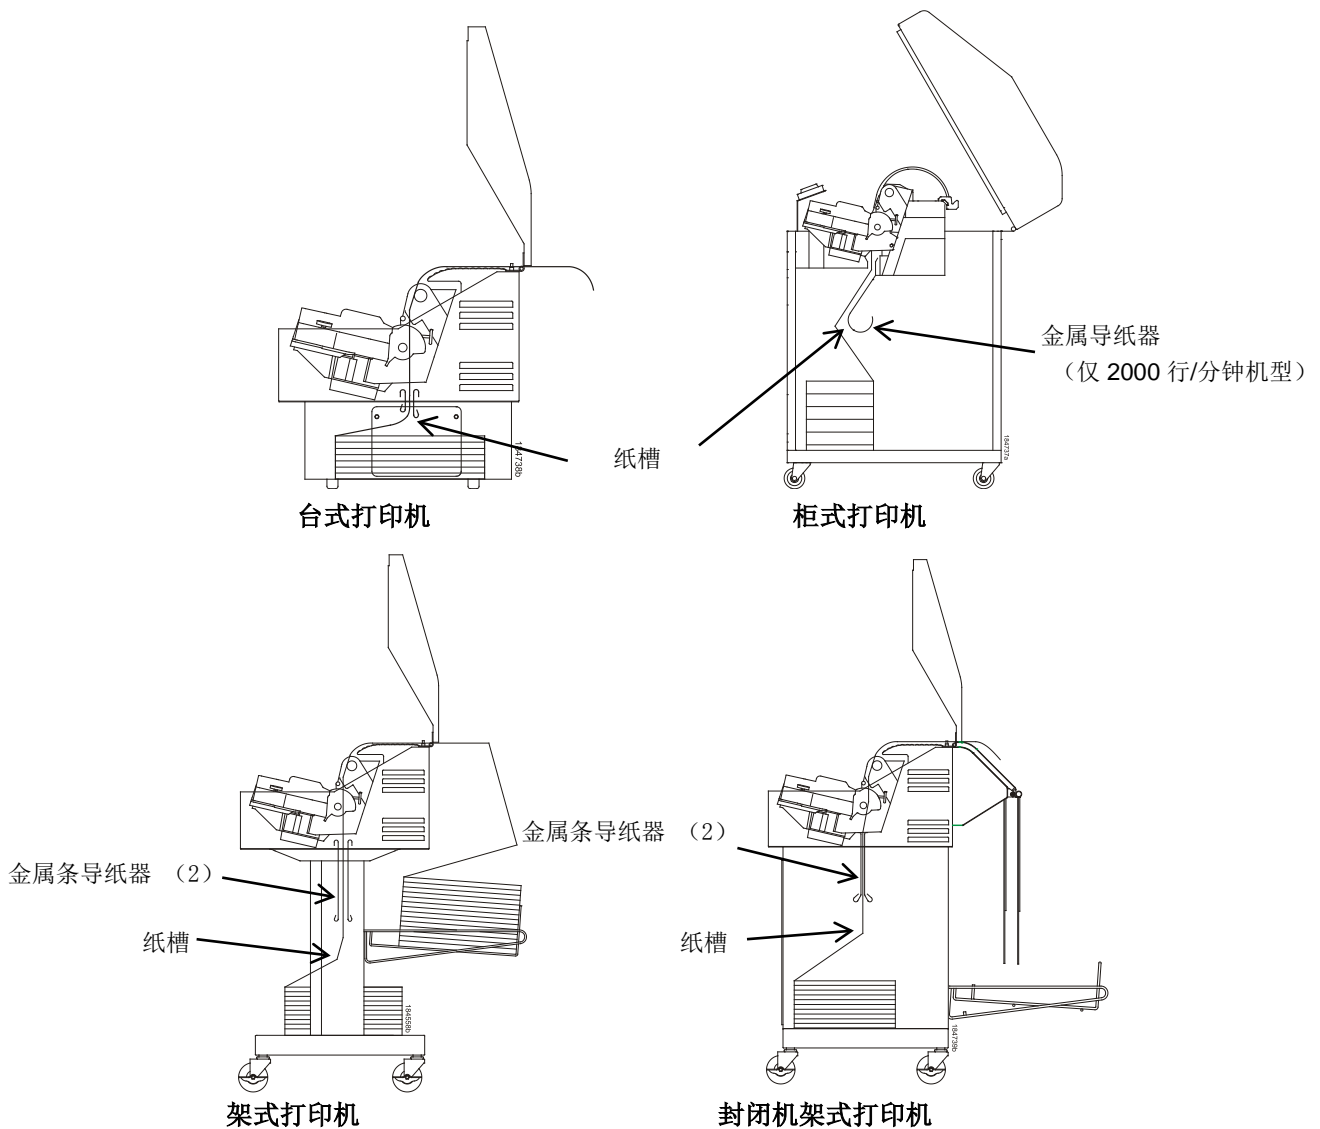

图8. 纸槽位置
2. **台式打印机:** 将供纸放置在打印机下的桌面上, 并集中在纸槽下。参见第34页图8。
4. 从纸槽送入纸张(参见图8)。将新纸张的一角先放入纸槽, 能使操作更加简便。当这个角可以从上方用手拿住时, 将纸转回正常位置。
17. 将新纸从纸槽往上放入。用手固定住打印纸，防止其从纸槽中滑落（参见第34页图8）。